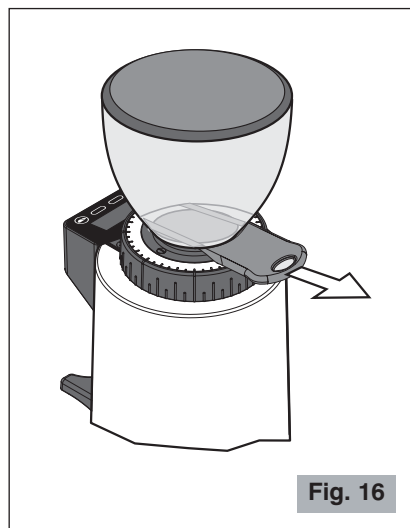

Fig. 16
**⚠ S'assurer** de l'ouverture complète de l'obturateur de la cloche jusqu'à la fin de sa course (dernier déclenchement) (voir Fig. 16).